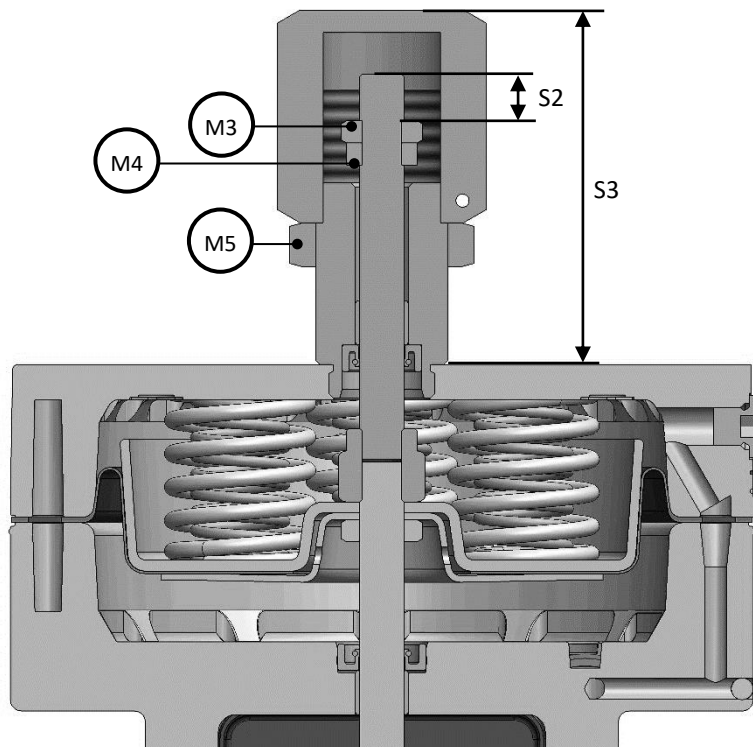

Abbildung 5: MA25 Hub-/Schließbegrenzung
- Deckel der Hubbegrenzung demontieren (siehe *Abbildung 5*)
- Mutter M5 bis zum Anschlag nach unten schrauben (siehe Abbildung 5).
- Deckel der Hubbegrenzung demontieren (siehe Abbildung 5).